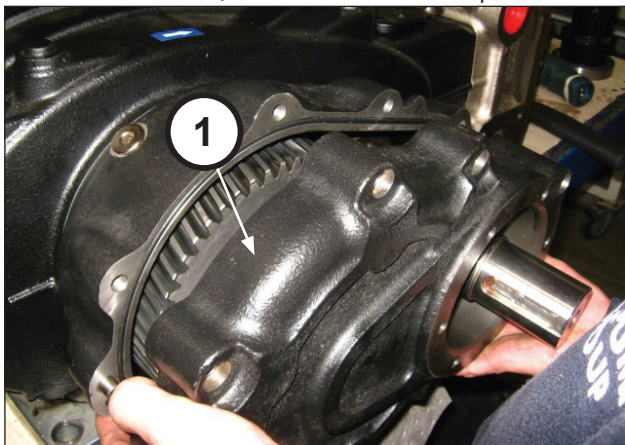
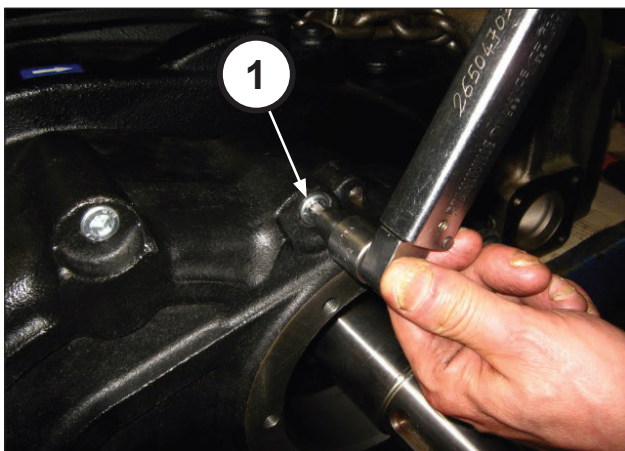

Fig. 78
Fig. 79
Monte a tampa do redutor (pos. ①, Fig. 78) e prenda-a com 10 parafusos M10x50 (pos. ①, Fig. 79). Calibre os parafusos com chave dinamométrica, conforme indicado no capítulo 3.